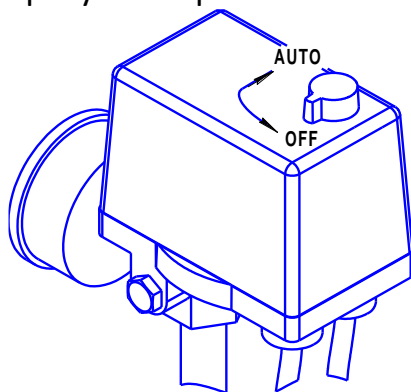

Рисунок 3
- 1 Проверьте, чтобы выключатель на прессостате находился в выключенном положении "OFF" (см. рисунок 3).
- 1 Выключить компрессор выключателем на прессостате. Для этого необходимо переключить выключатель в положение "OFF" (см. рисунок 3). После этого остановится электродвигатель и произойдет сброс давления из нагнетательного воздухопровода и поршневого блока.
Для пуска компрессора после срабатывания защиты выполните следующие действия: после того, как двигатель остынет до допустимой температуры, переключите выключатель на прессостате в положение "OFF" (см. рисунок 3), а затем включите компрессор, переключив выключатель в положение "АУТО".